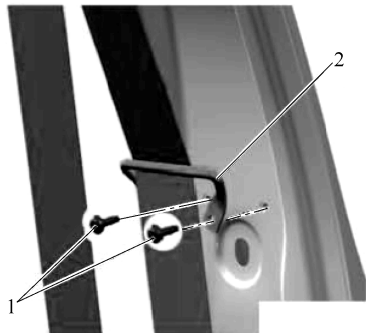

图 12-1 拆卸安全带导向件
① 断开车辆蓄电池连接。
② 拆下B柱上的饰板。
③ 拧下内十二角花键螺栓并从车身上拆下安全带底部锁扣。
④ 拧下Torx螺栓1并拆下安全带导向件2,并确保安全带导向件正确的安装位置,如图12-1所示。